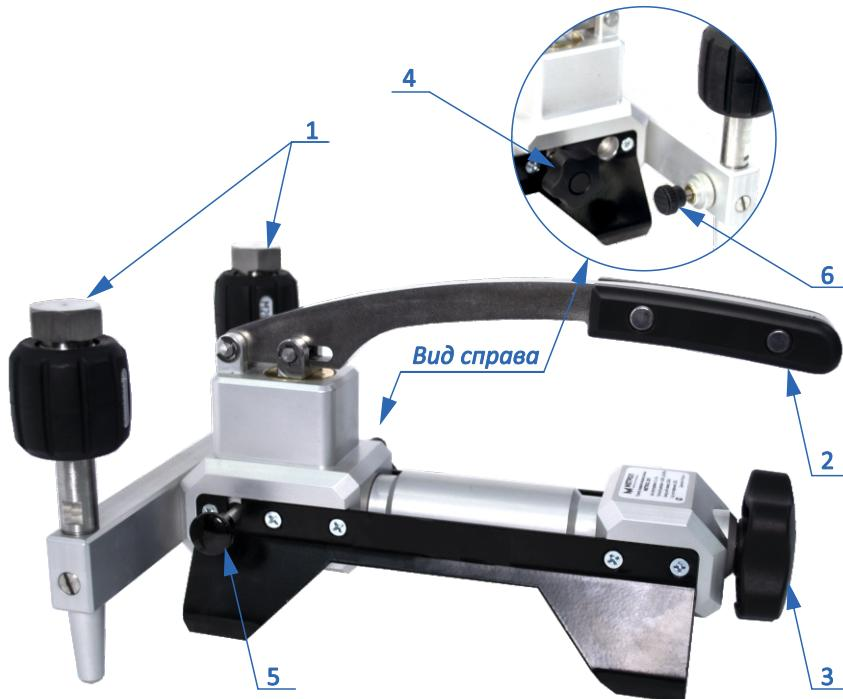
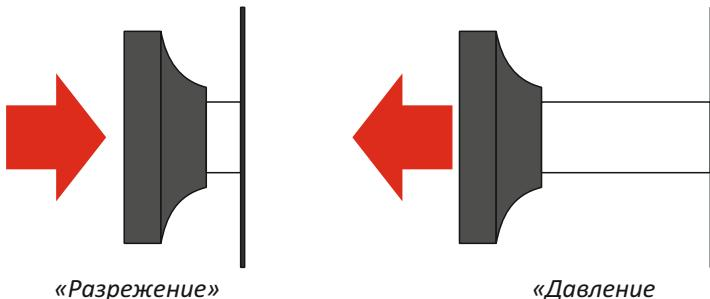

Рисунок 1 – Основные составные элементы помпы
Рисунок 2 – Положение переключателей режимов работы
1. Перед использованием помпы убедитесь, что на посадочные местах средств измерения (поз. 1, рис. 1) установлены уплотнительные кольца. Установите эталонное и поверяемое средства измерения давления на посадочные места (поз. 1, рис. 1).
2. Установите переключатель режимов работы (поз. 5, рис. 1) в положение «давление» (рис. 2).
3. Выкрутите винт точной регулировки (поз. 3, рис. 1) и отсечной винт (поз. 4, рис. 1) пневматического насоса до упора.
4. Вкрутите винт сброса давления (поз. 6, рис. 1).
5. Плавными движениями поднимайте и опускайте ручку пневматического насоса (поз. 2, рис. 1) для создания давления.
6. При достижении значения давления в системе близко к нужному вкрутите отсечной вентиль пневматического насоса (поз. 4, рис. 1) до упора.
7. Для точной настройки плавно вращайте винт точной регулировки (поз.3, рис. 1) по часовой стрелке для увеличения давления, и против часовой стрелки для его снижения.
8. Обратное снижение давления производится кратковременным открытием винта сброса давления (поз. 6, рис. 1) с последующей подстройкой с помощью винта точной регулировки (поз.3, рис. 1).
9. После завершения работы выкрутите винт сброса давления (поз. 6, рис. 1), отсечной вентиль (поз. 4, рис. 1), снимите средства измерения с посадочных мест.
2. Установите переключатель режимов работы (поз. 5, рис. 1) в положение «разрежение» (рис 2).
3. Вкрутите винт точной регулировки (поз. 3, рис. 1) и выкрутите отсечной винт (поз. 4, рис. 1) пневматического насоса до упора.
7. Для точной настройки плавно вращайте винт точной регулировки (поз.3, рис. 1) против часовой стрелки для увеличения разрежения, и по часовой стрелке для его снижения.
9. После завершения работы выкрутите винт сброса давления (поз. 6, рис. 1) и отсечной вентиль (поз. 4, рис. 1), снимите средства измерения с посадочных мест.